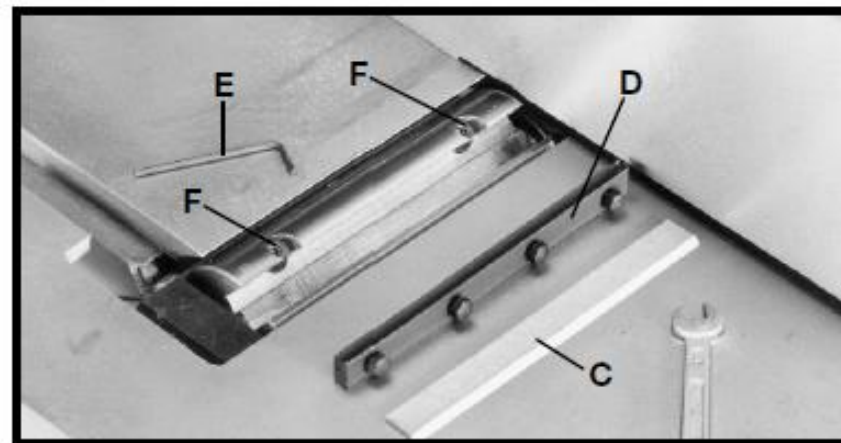

Рис. 47
3. На рис. 47 показаны нож (С) и прижимную планку (D) ножа, снятые с режущего вала. Снять оставшиеся два ножа и две прижимные планки тем же способом.
4. Ключом (Е), рис. 47, опустить два регулировочных сухаря ножа книзу режущего вала, вращая винты (F) против часовой стрелки во всех трёх пазах режущего вала.
6. Поставить прижимные планки (D) ножей, рис. 47, и ножи (С) в каждый паз режущей головки.